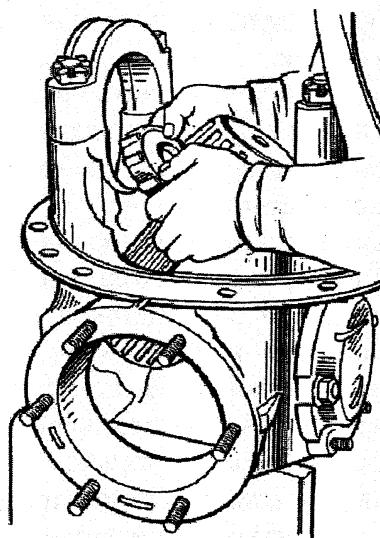

Рис. 35. Установка ведущей цилиндрической и ведомой конической шестерен в картер
21. Установить в картер ведущую цилиндрическую шестернию в сборе с ведомой конической шестерней (рис. 35).